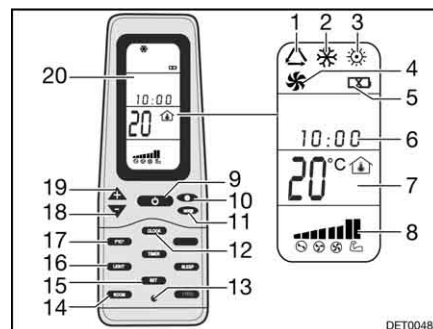

Fig. 133 Télécommande
- Appuyer sur la touche ON/OFF (Fig. 133,9).
- Appuyer sur la touche "Mode" (Fig. 133,11) autant de fois que nécessaire pour que le mode de fonctionnement souhaité (Fig. 133,1, 2, 3 ou 4) s'affiche à l'écran (Fig. 133,20).
- Régler la température désirée à l'aide des touches "+" (Fig. 133,19) et "-" (Fig. 133,18).
- Sélectionner le niveau de ventilation souhaité à l'aide de la touche de vitesse du ventilateur (Fig. 133,10).